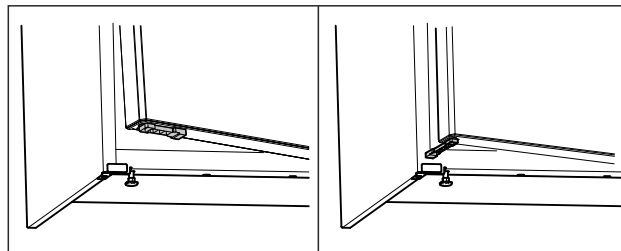

Fig. 56 *
- ▶ Okrenite graničnik otvaranja vrata za 90°. (pogledajte Fig. 56) *